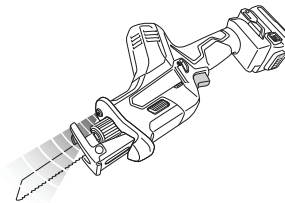

Abb. 14
**WARNSIGNALE DES LED-LICHTS (Abb. 14)**